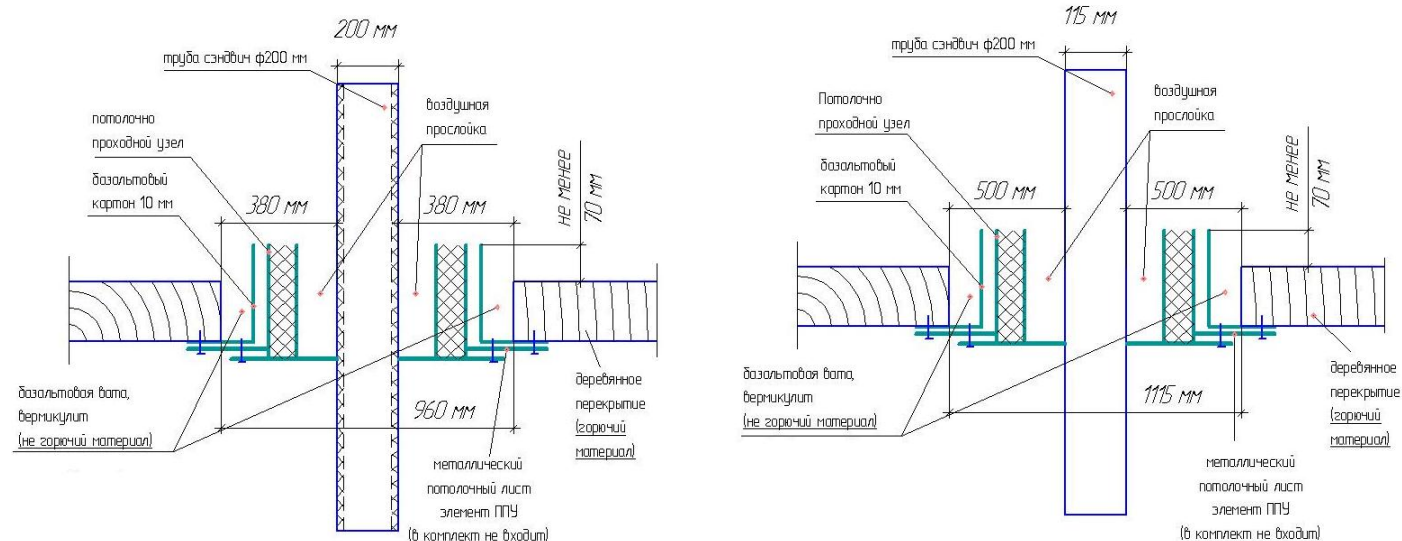
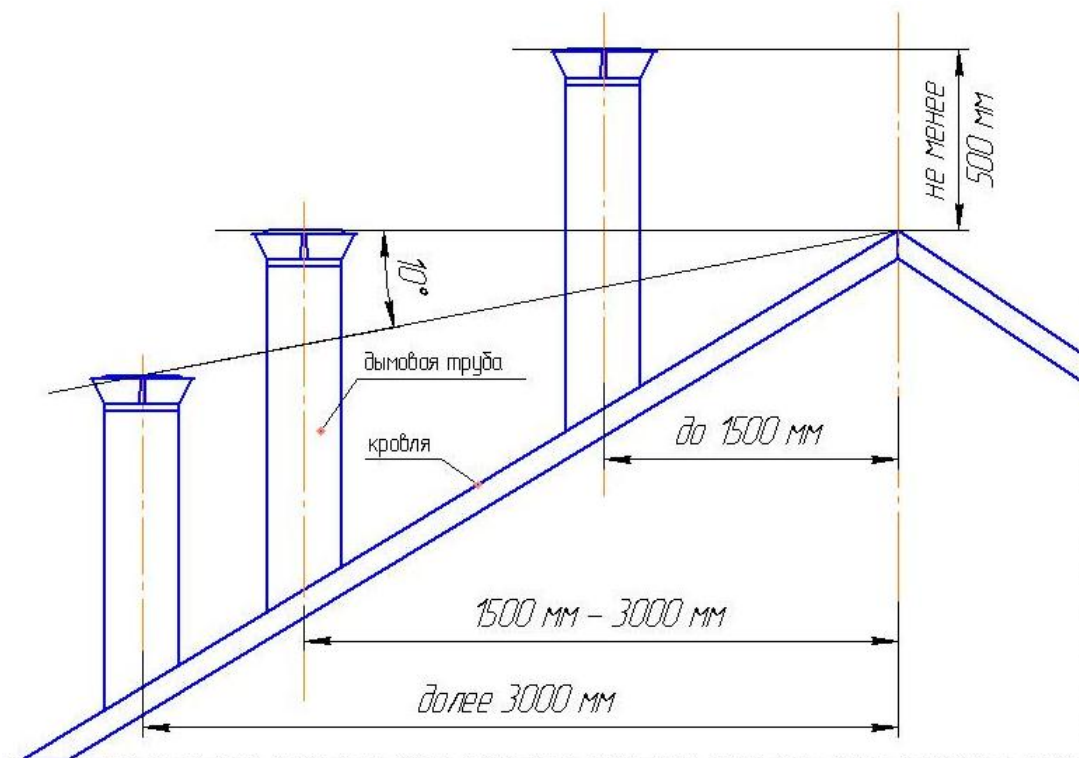

Рис.1(А,Б). Устройство ППУ в перекрытии согласно СП 7.13130.2009
Рис. 2. Схема определения высоты наружной части дымовой трубы. (Согласно СНиП 41-01-2003.)
2.4. Возвышение дымовой трубы над кровлей следует принимать (Рис. 2):
В соответствии с Рис. 1А, Б и Рис. 2 по сборке дымохода и определенной осью дымохода установите в разрезе потолка потолочно-проходной узел (несколько моделей).